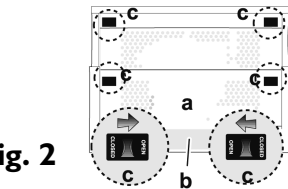
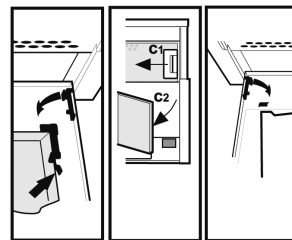

Fig. 2
Fig. 3
3. Retirez les grilles d'aspiration (c - fig. 2) ou les filtres à graisses (c1/c2 - fig.3).
3. Retirez les grilles d'aspiration (c - fig. 2) ou les filtres à graisses (c1/c2 - fig. 3).